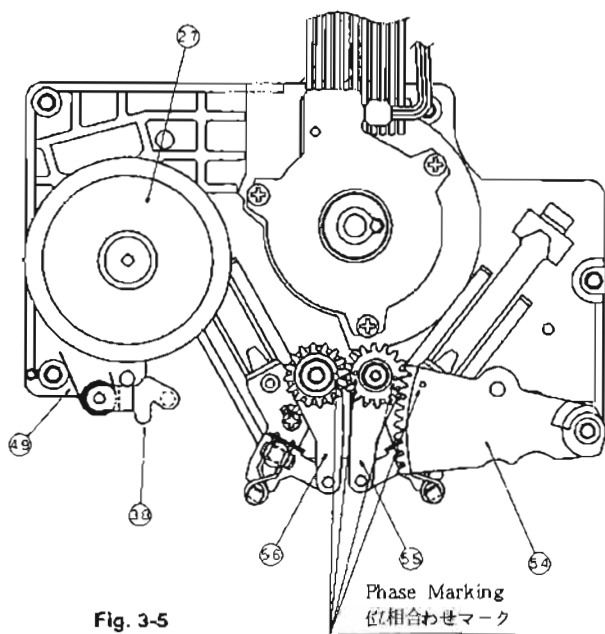

Fig. 3-5
- 1) ③c ワッシャを外し、⑮⑦ Loading Lever Blockを外す。
- See that the phases of the Gear Arm, L1 (IN) Arm, and L1 (OUT) Arm are matched with each other, as shown in Fig. 3-5.
- 1) (7)ネジ 6本を外し、ベース・メカ・ユニットを逆さにして、(27) Rotor Blockを下に押しながら、(30) Cylinder Assyを外す。
- 2) Cylinder Assyから(54) Gear Arm, (55) L1 (IN) Arm, (56) L1 (OUT) Arm, (38) TG-R, (49) TG-R Springの順に外す。
- 4) (8)ネジ 2本を外し(14) Loading Link Block, (24) INC (IN) Base, (15) Loading Link Block, (26) INC Base BlockをCylinder Assyより外す。
- Gear Arm, L1 (IN) Arm, L1 (OUT) Armの位相はFig. 3-5を参照。